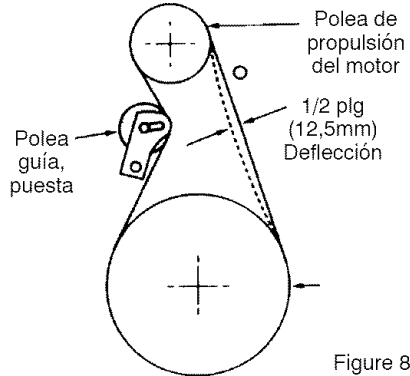

Figure 80
6. Pida a alguien que ponga el embrague de propulsión. Compruebe la tensión de la correa (al lado contrario de la polea guía). La correa debería ceder media pulgada (12,5 mm) con presión moderada (Figure 80). Puede que tenga que mover la polea guía más de una vez para conseguir la tensión correcta.